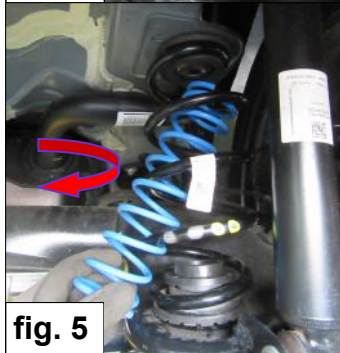

fig. 5
4. Plaats veerschotel A op de bovenzijde van de hulpveer C en centreer deze in het gat van de bovenste veerschotel. Zie fig. 5 & 6.
4. Place the spring seat A on top of the auxiliary spring C and center it in the upper spring plate. See fig. 5 & 6.
4. Stelle Federteller A auf der Oberseite des Hilfsfeder C und zentrieren Sie es auf der oberen Federteller. Siehe Abb. 5 & 6.
4. Placez la coupelle **A** sur le ressort auxiliaire **C** et le centrer sur le ressort en caoutchouc haut. Voir fig. 5 & 6.